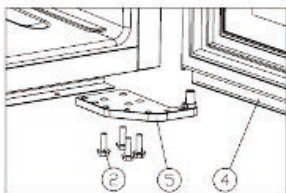

Figure 2
- Dévissez les vis M5*16 ②, démontez la charnière inférieure droite ③. [Figure 2]